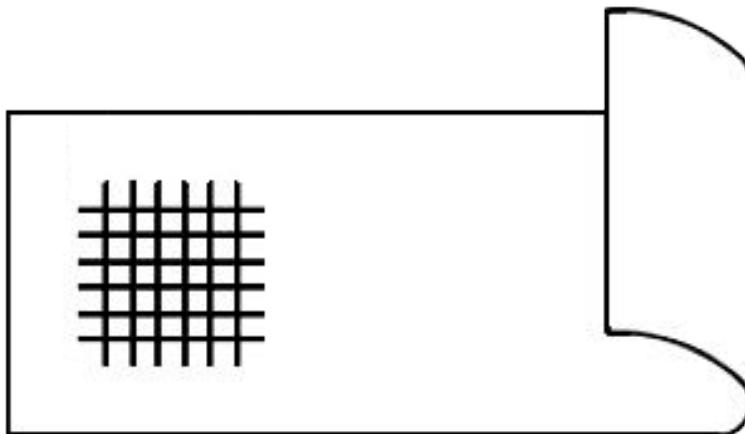

Рисунок 2.3 – Наклеивание ленты на разрезы
- 4.2 Центр ленты поместить на решетку параллельно одному из направлений надрезов, как показано на рис. 2.3, и разгладить ленту пальцем по поверхности решетки и на расстоянии не менее 20 мм за решеткой;